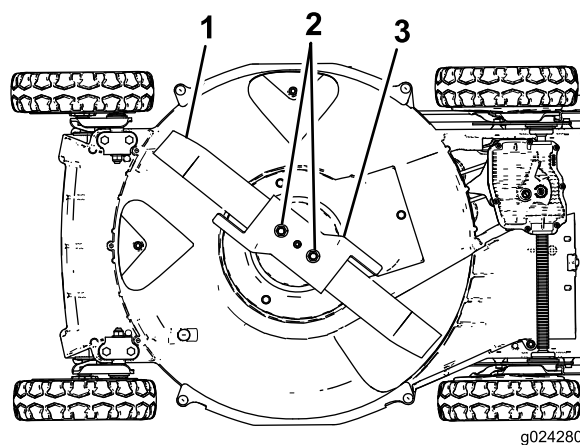

Figure 26
- Avec les doigts, appliquez de l'huile sur le joint du filtre neuf (Figure 26).
5. Basculez la machine sur le côté **droit** (filtre à air en haut), comme montré à la Figure 26.